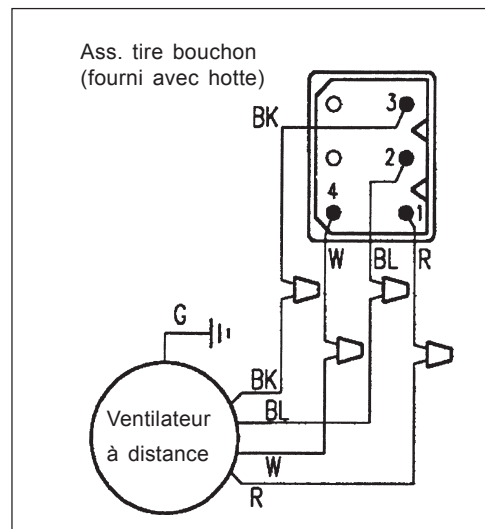

Figure 14
4. Brancher les fils d'alimentation sur les fils de la hotte comme suit : noir avec noir, blanc avec blanc et vert sur la vis de mise à la terre verte sur le châssis. Utiliser des écrous à ailettes de type à ressort. (Des écrous manquants ou perdus doivent être remplacés seulement par : écrou métallique de type à ressort, coté pour un minimum de (2) fils n° 18ga et maximum de (4) fils n° 14ga, UL et ACNOR coté à 600 V et 302 deg.
7. Brancher le ventilateur à distance sur les fils «tire-bouchon» (étape 6) comme à la figure 14 en utilisant les écrous de fils fournis. Brancher le fil vert (mise à la terre) de la soufflerie à distance sur la vis de mise à la terre dans la boîte de jonction.